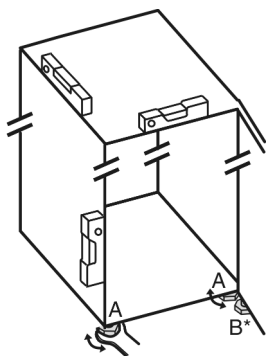

Fig. 27
- Nóżki Fig. 27 (A) wykręcić przy pomocy dołączonego klucza płaskiego oraz wyrównać przy pomocy poziomicy, aż urządzenie będzie ustawione stabilnie i równo.
- Nóżkę Fig. 27 (B) wykręcić z dolnej płytki zawiasu przy pomocy dołączonego klucza płaskiego, aż będzie przylegać do podłoża.
- Nóżkę Fig. 27 (B) obrócić o 90°.